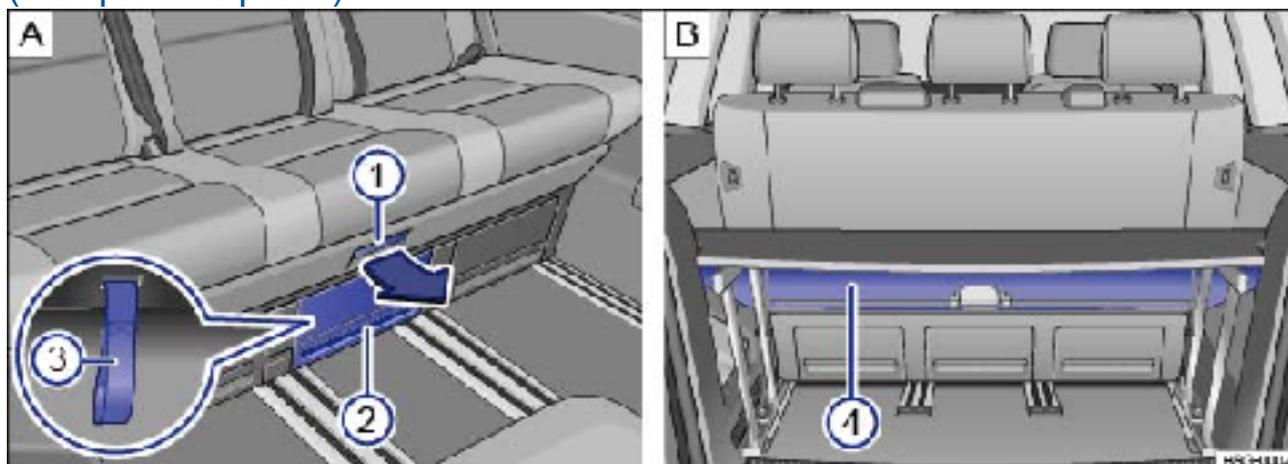

Fig. 20 Dans le séjour et dans le coffre à bagages : éléments de commande à l'avant de la banquette triplace et sur la planche Multiflex
Rabattez vers le bas la surface avant ⇒ Fig. 20④  de la planche Multiflex.
Tirez entièrement le levier ⇒ Fig. 20①  de sorte que le repère rouge soit visible.